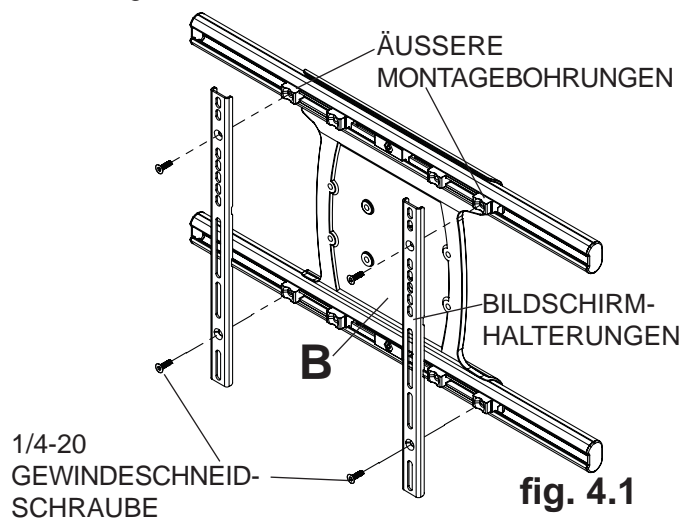

fig. 4.1
- 4** Entfernen Sie mithilfe des 5 mm Inbusschlüssels (I) die vier 1/4-20 x 0,6 Zoll Schrauben und lösen Sie zwei 1/4-20 x 1,25 Zoll Schrauben um eine halbe Umdrehung, um das Einstellen der Bildschirmhalterung zu ermöglichen.
- 4-1** Entfernen Sie mithilfe des 5 mm Inbusschlüssels (I) die vier 1/4-20 Gewindeschneidschraube wie in Abbildung 4.1 dargestellt, um die Bildschirmhalterungen von der Universal-Adapterhalterung (B) abzunehmen.